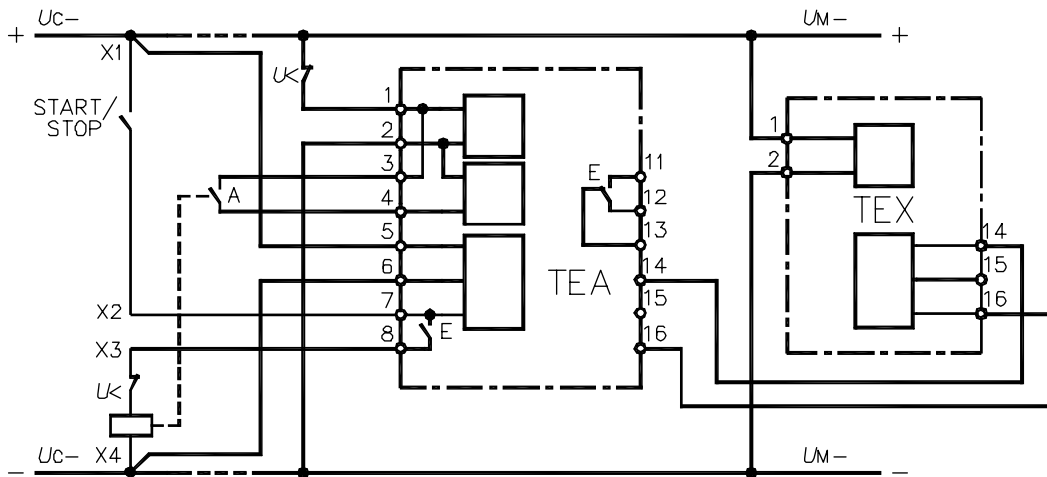
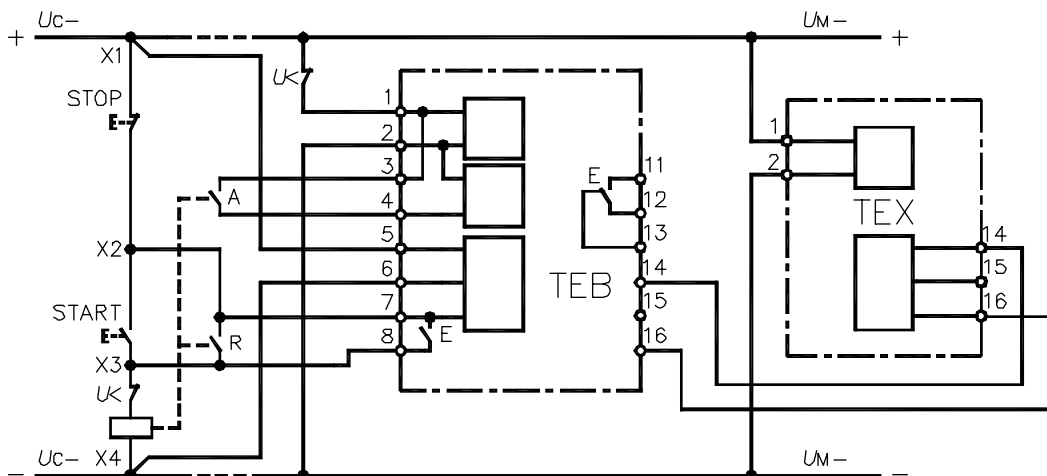

Fig. 6a
Fig. 6b
Nel caso in cui entrambe le tensioni di alimentazione U_C e U_M siano fornite da un'alimentazione a batteria, si deve utilizzare il modulo ausiliario TEX, come indicato in fig. 6a per il TEA ed in fig. 6b per il TEB.
In case both supply voltages U_C and U_M are derived from a battery supply, the auxiliary module TEX must be employed, as indicated in fig. 6a for the relay TEA and in fig. 6b for the relay TEB.
- tensione di alimentazione di misura U_M in corrente continua, secondo gli schemi di fig. 6a, 6b e 8;
- measuring supply voltage U_M of the direct current type, according to the diagrams of fig. 6a, 6b and 8;